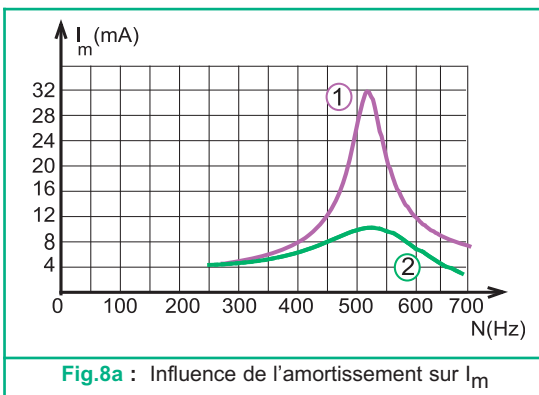

Fig.8a : Influence de l'amortissement sur  $I_m$
- les courbes de résonance d'intensité (1) et (2) de la figure 8a, correspondant respectivement à  $R_{02}$  et  $R_{03}$ .
- Si  $R$  est très petite, le maximum de  $I_m$  est très élevé, ce qui se traduit par un pic de résonance très pointu (courbe (1) de la figure 8a) : c'est la résonance aiguë.
- Si  $R$  est grande,  $I_{m0}$  est faible, ce qui se traduit par un pic de résonance très peu prononcé (courbe (2) de la figure 8a) : c'est la résonance floue.